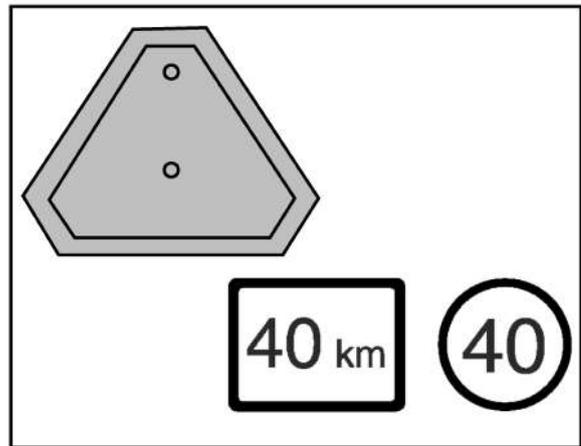

Fig 2.32
- Verifique se o trator e os equipamentos estão providos da chapa de aviso de Veículo de marcha lenta (SMV) ou farol, se a lei assim o exigir, e se as cargas ou outras luzes não os ocultam (fig.2.32).